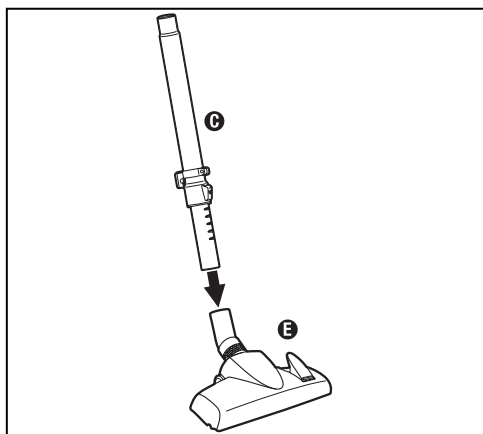

Fig.3
Étape 3 : Placez le suceur de sol **E** au bout du tube **C** ou **D** (Fig. 3).